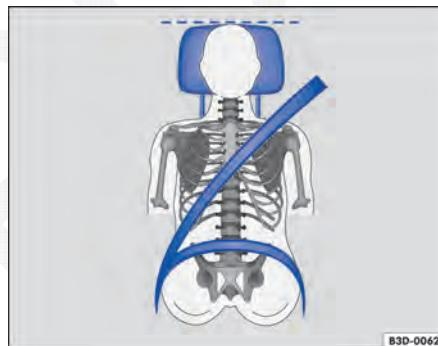

Fig. 41 Posição correta do cinto de segurança e ajuste correto do apoio para cabeça.
- Ajustar o apoio para cabeça de modo que a borda superior do apoio para cabeça se encontre preferencialmente na mesma linha da parte superior da cabeça – porém não abaixo da altura dos olhos. Posicionar a nuca tão próxima quanto possível do apoio para cabeça ⇒ **Fig. 40** e ⇒ **Fig. 41**.